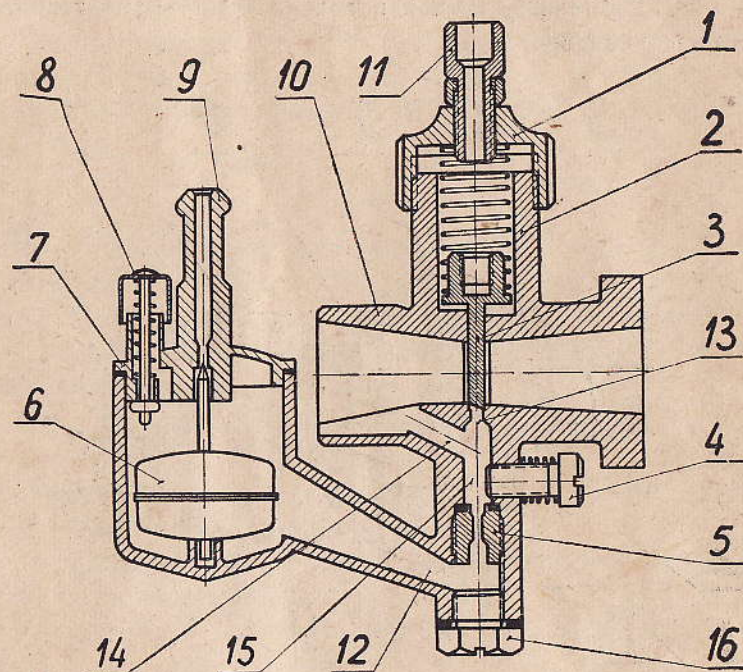

Рис. 3
Система питания двигателя состоит из карбюратора К-35 и воздушного фильтра. Схема карбюратора представлена на рис. 3. Карбюратор состоит из пяти основных частей: корпуса карбюратора 10, дросселя 3, крышки колодца дросселя 1, поплавкового механизма 6 и крышки поплавковой камеры 7.
4. В случае запуска холодного двигателя нажать 1—2 раза на кнопку утопителя 8 (рис. 3). При запуске прогретого двигателя нажимать на кнопку утопителя не надо.